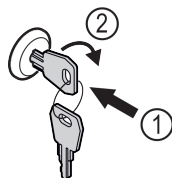

Fig. 141 Representación a modo de ejemplo
- ▶ Introducir la llave Fig. 141 (1).
- ▶ Girar la llave 90° en sentido horario Fig. 141 (2).